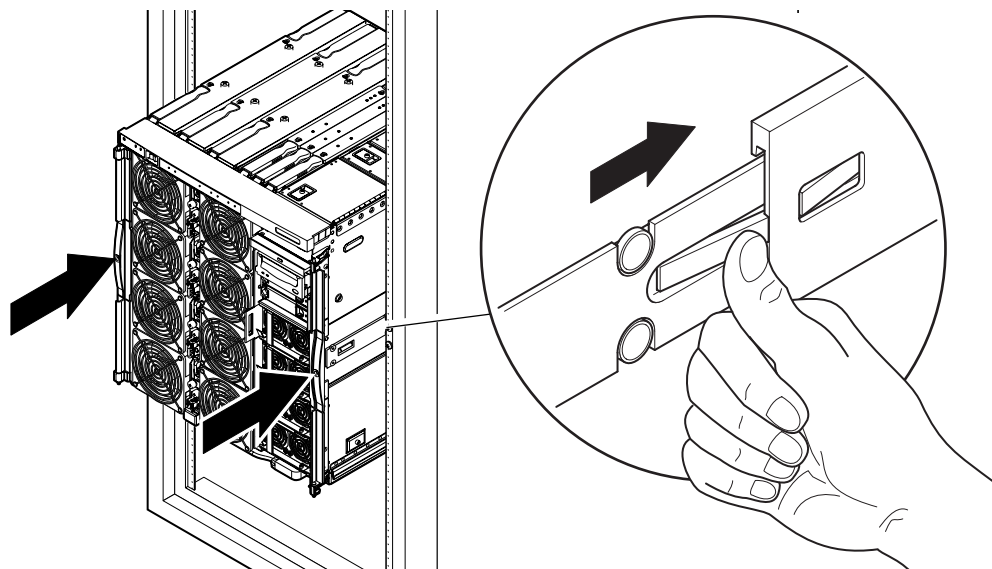

图 1-11 将系统推入系统机箱
10. 按压两侧滑轨的绿色锁扣，将系统推入机箱（图 1-11）。